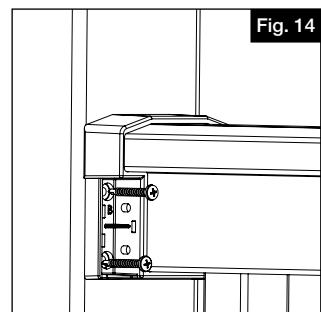

Fig. 14
- Apriete los tornillos hasta que el soporte quede ajustado al poste. Recomendamos el uso de un taladro sin impacto con un ajuste de embrague para evitar un apriete excesivo (Fig. 14).